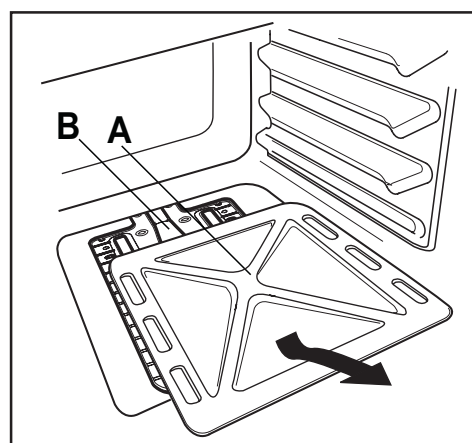

Fig. 27
1. Rimuovete il fondo del forno (Fig. 27, lett. "A") che ricopre il bruciatore (Fig. 27 - B);